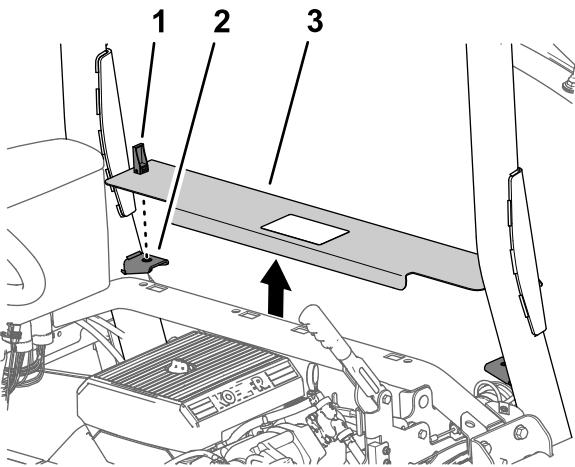

Figure 9
1. Faites pivoter vers le haut les poignées des verrous du panneau d'accès au moteur (Figure 9).
2. Soulevez le panneau d'accès au moteur et déposez-le de la machine (Figure 9).